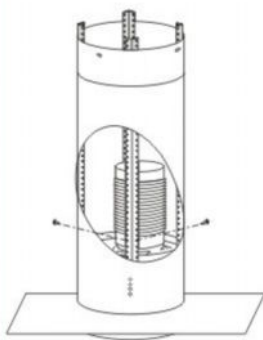

Рис. 11
5. Див. Рис. 11, за допомогою 6 гвинтів ST4x10 прикріпити кутник до кута на корпусі, а потім встановити зовнішню витяжну трубу з нержавіючої сталі.